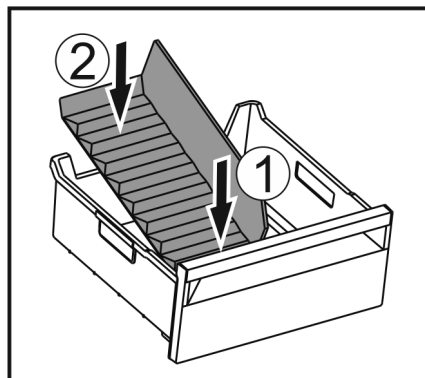

Fig. 121
- ▶ Vstavite sprednji del pregrade predala za led. Fig. 121 (1)
- ▶ Zadnji del pregrade predala za led spustite do dna predala. Fig. 121 (2)